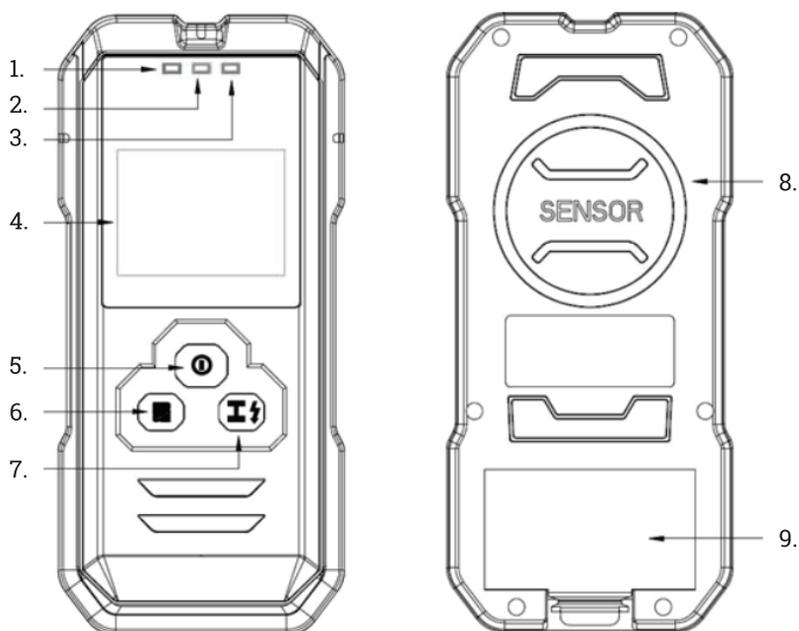
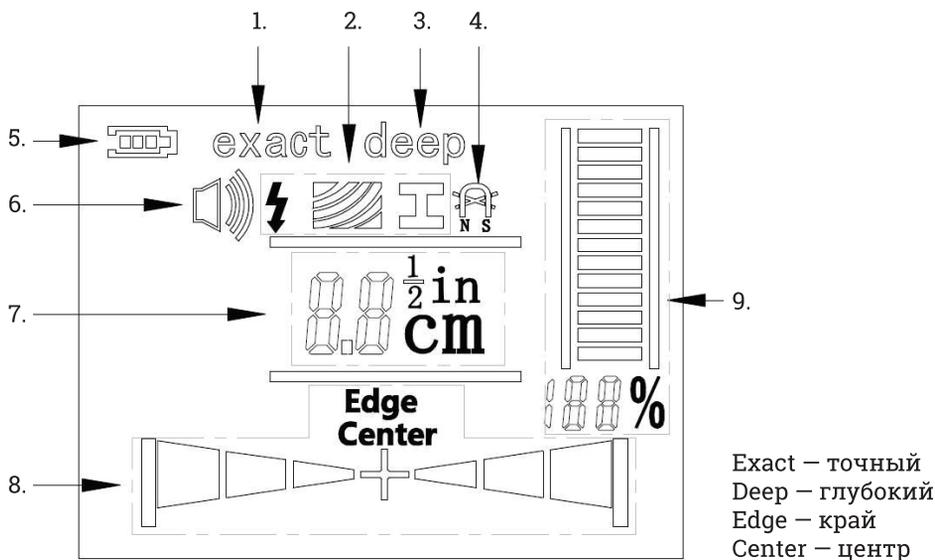

Рис. 1. Внешний вид прибора
Рис. 2. Дисплей прибора
Вставьте аккумулятор в батарейный отсек, показанный на рис. 2 п. 9.
Нажмите кнопку «ВКЛ./ВЫКЛ.» (рис. 1 п. 5), чтобы запустить прибор.
Внимание! Прибор автоматически переходит в функциональный режим обнаружения металла. В это время отображение сигнала без металлических помех в области рис. 2 п. 9 на экране дисплея указывает на то, что требуется калибровка.
Поместите прибор в среду, свободную от металла и сильных помех магнитного поля (например, поднимите прибор в воздух вручную и т. д.), а затем нажмите и удерживайте кнопку металлического обнаружения (рис. 1 п. 7) до тех пор, пока сигнал в области п. 9 (рис. 2) экрана дисплея не покажет ноль и не загорится зеленым. Индикатор загорится, и калибровка будет завершена. В это время отпустите кнопку, чтобы обнаружить металлическую деталь.
Поместите детектор на поверхность для детектирования и перемещайте прибор влево или вправо в том же направлении. По мере приближения прибора к металлическому предмету шкала в области отображения интенсивности сигнала (рис. 2 п. 9) на экране дисплея будет постепенно увеличиваться, процент интенсивности будет также постепенно увеличиваться. По мере удаления прибора от объекта шкала уменьшается, процент интенсивности также уменьшается. Когда программа определяет, что сигнал, принимаемый прибором, достигает своего максимального значения, металлический предмет помещается непосредственно под центром детектора. На экране дисплея отображается центральный значок (Центр).
- Максимальная глубина обнаружения: точный режим – 20 мм, глубокий режим – 38 мм. Длительное нажатие кнопки (рис. 1 п. 6) переключает точный режим / глубокий режим.